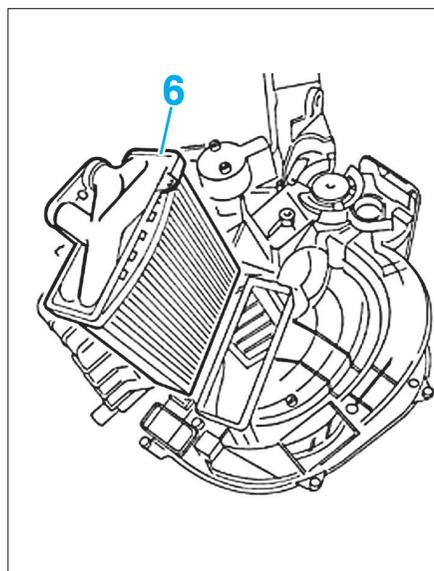

FIG. 20
- Déposer les attaches, puis déposer le radiateur de chauffage (6) (Fig.20).